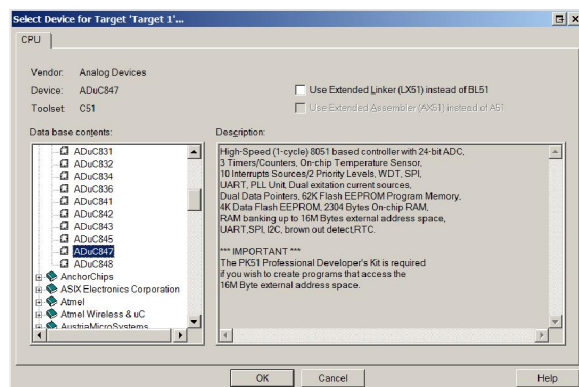

Figuur 2 – New uVision Project
2. Klik boven in de menubalk op **Project/New uVision Project...** Zie Figuur 2.